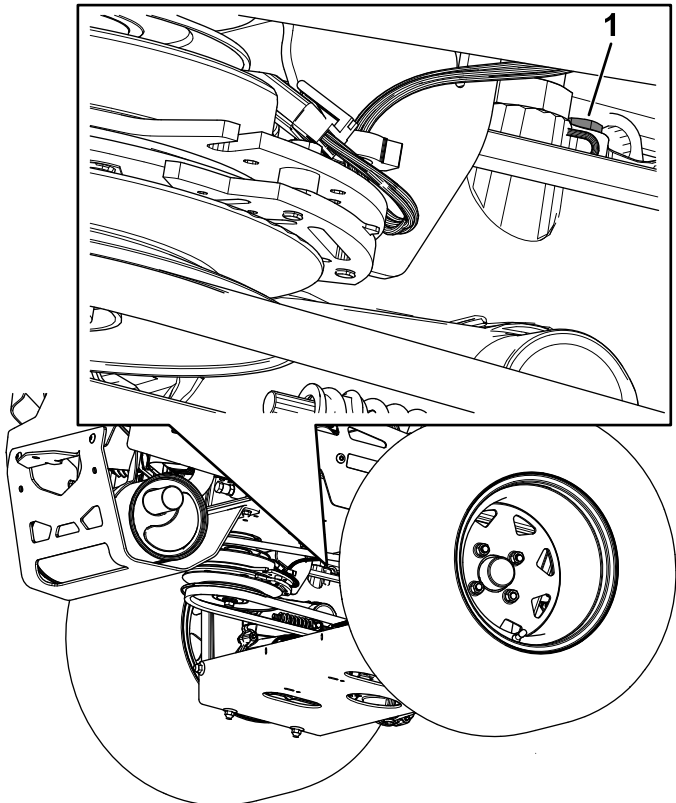

Figura 85
- **Système hydro ZT 5400** : utilisez une clé de 7/16 pouce pour accéder au bouchon d'aération par le dessous de la machine (Figura 85).